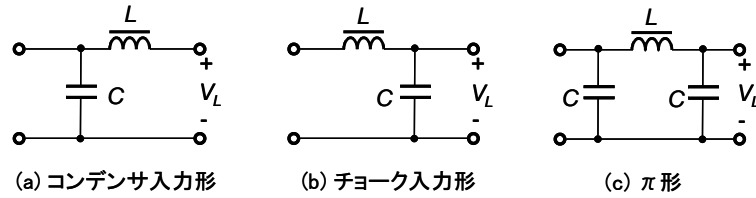

図3. 平滑化フィルタ
平滑回路には図3に示すように (a) コンデンサ入力形、(b) チョーク入力形 および、この二つを組み合わせた (c) π 形がある。
(3) 平滑化フィルタとして、図3の3種類のフィルタ回路 (a)コンデンサ入力形、(b)チョーク入力形、(c) π 形を接続する。各平滑化フィルタは次のスイッチ操作で構成できる。本実験では S3 は常に OFF であることに注意。